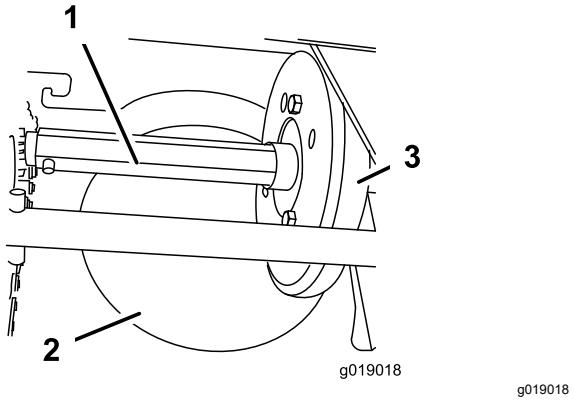

Рисунок 33
Раз в год наносите на шестигранный вал тонкий слой автомобильного двигателя масла (Рисунок 33).
**Внимание:** Не допускайте попадания масла на резиновое колесо или стальной фрикционный шкив, так как в этом случае привод тяги будет проскальзывать (Рисунок 33).